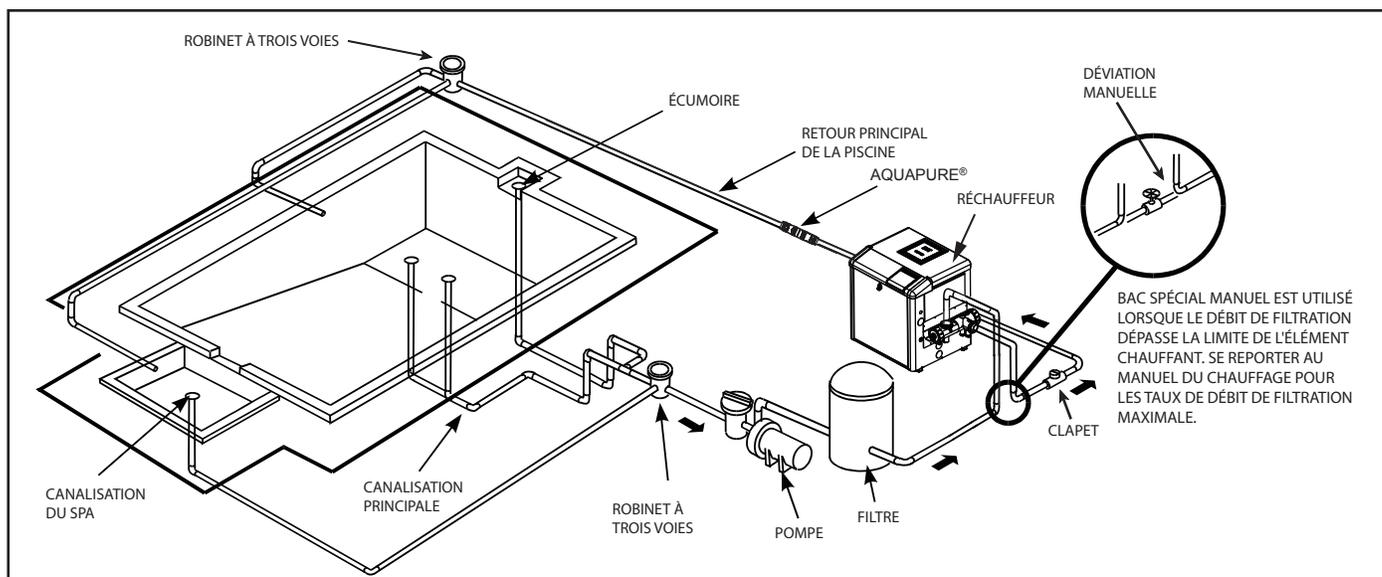

Figure 2. Installation typique de la tuyauterie
1. Zodiac recommande d'installer la pompe à 30 cm (1 pied) au-dessus du niveau de l'eau. Se référer à la Figure 2 pour une installation typique. La pompe ne devrait pas être élevée de plus d'un mètre au-dessus de la surface de l'eau de la piscine. Un clapet antiretour est recommandé dans la conduite d'aspiration vers la pompe
- La pompe de la série Jandy Pro ePump doit être raccordée à au moins deux (2) drains principaux hydrauliquement équilibrés (sorties d'aspiration) pour chaque conduite d'aspiration de la pompe de piscine. Se référer à la Figure 2. Chaque drain doit être fourni avec des couvercles qui sont énumérés ou certifiés à la dernière édition publiée de la norme ANSI/ASME A112.19.8 ou sa norme subséquente, ANSI/APSP-16. Les raccords d'aspiration des drains principaux doivent être séparés l'un de l'autre d'au moins trois (3) pieds (1 m) ou à des plans différents. Les sorties d'aspiration peuvent être un drain et une écumoire, deux (2) drains, deux (2) écumoières ou une écumoire avec une conduite d'égalisation. Pour plus de détails et les instructions, consulter la norme ANSI/APSP 7 pour la Prévention du piégeage dans les piscines, les pataugeoires, les spas, les jacuzzis et les bassins collecteurs. Vérifier les codes locaux pour les normes d'une bonne installation. Les codes locaux applicables ont préséance sur les autres codes.